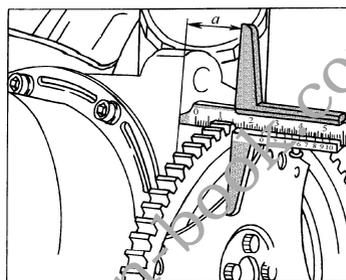

图 2-59 在 3 个位置测量尺寸 a
3) 如图 2-59 所示，在 3 个位置测量尺寸 a ，然后算出平均值。